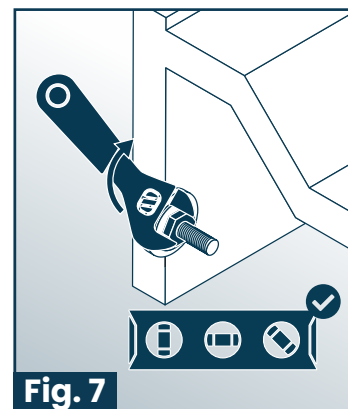

Fig. 7
7. Nivele el fregadero y use la llave ajustable, o una llave estándar de 13 mm, para apretar la tuerca en los pernos. (Fig. 7)
7. Nivelez l'évier et utilisez la clé à molette ou une clé standard de 13 mm pour serrer l'écrou sur les boulons.. (Fig. 7)